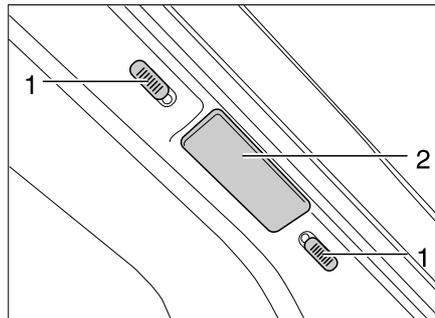
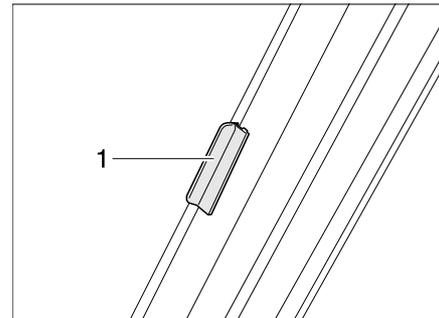

Bild 21 Verriegelung faltverdunklung Frontscheibe
Bild 22 Verriegelung faltverdunklung Frontscheibe (I-Modell)
- Die beiden Hälften der faltverdunklung für die Frontscheibe am Griff (Bild 21,2 und Bild 22,1) bis zum Anschlag nach außen schieben.
- Die Verriegelungsknöpfe (Bild 21,1) nach unten bzw. nach oben schieben. Wenn der rote Punkt sichtbar ist, ist die Verriegelung offen.